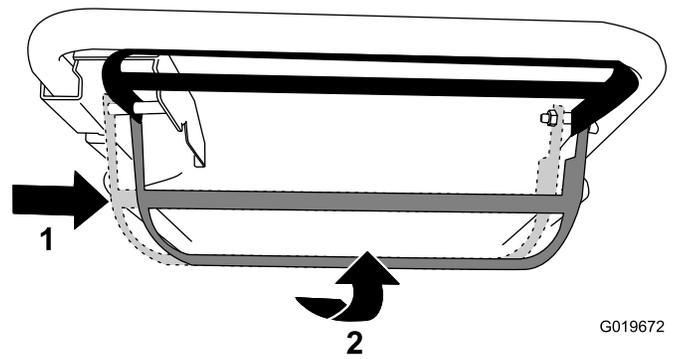

Figura 14
- **Per utilizzare la trazione automatica e inserire la lama:** Spostate la barra di comando della lama completamente a destra e sollevatela verso la stegola (Figura 14).